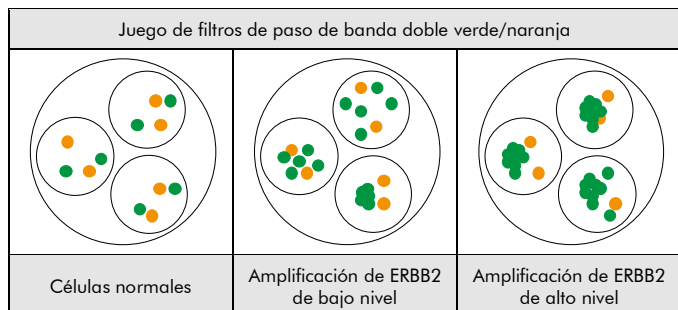

Fig. 2: Resultados previstos en núcleos normales y anómalos
**Situación normal:** En las interfases de células normales o células sin una amplificación que implique la región del gen ERBB2, aparecen dos señales verdes y dos naranjas (ver Fig. 2).
**Situación anómala:** En células con una amplificación de la región del gen ERBB2 se observará un aumento del número de señales verdes o grupos de señales verdes (ver Fig. 2).